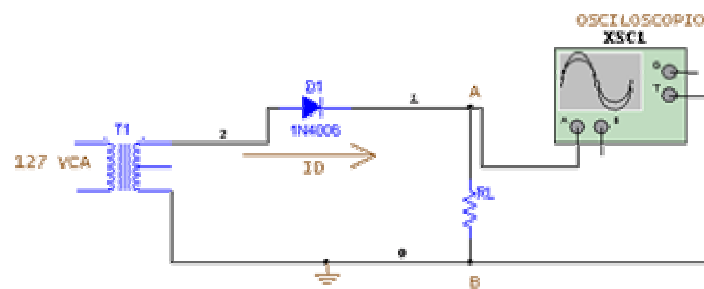

Figura 1
- a) Arme el circuito rectificador de media onda que se muestra en la figura 1.